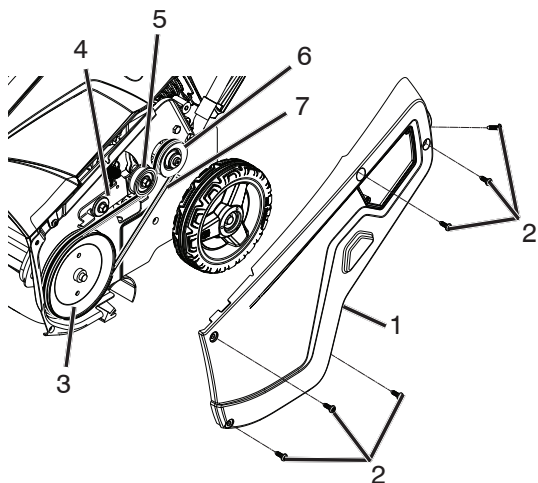

Figure 34
1. Retirer le couvercle du côté d'entraînement en déposant les six vis de la façon indiquée à la (Figure 34).